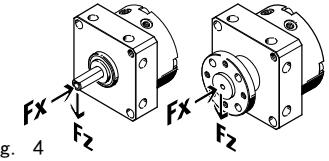

Fig. 4
4. 请您确保当固定工作负载时遵守以下给定条件 (Fig. 4)：